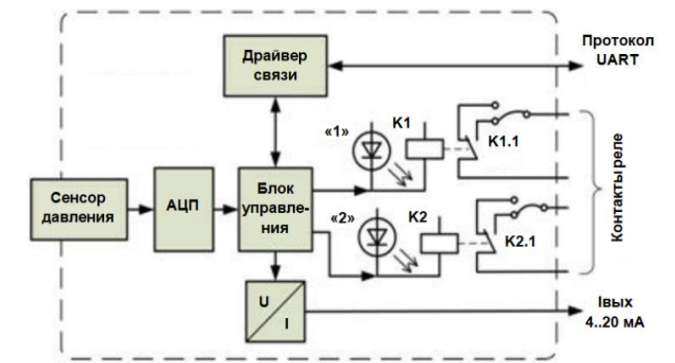

Рисунок 1. Принцип действия датчиков-реле давления DS 400, DS 400P, DS 401.
- формирование управляющих сигналов для коммутационных выходов (K1, K2) (рис. 1.) и передачу нормированного аналогового сигнала (у моделей DS 400, DS 400P, DS 401).